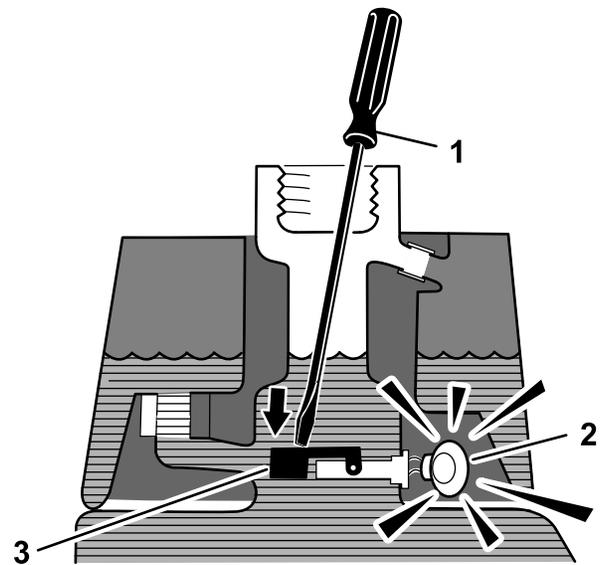

Рисунок 47
- Вставьте чистый стержень или отвертку в горловину бака и слегка нажмите на поплавковый переключатель (Рисунок 47). После секундной задержки должен прозвучать предупреждающий звуковой сигнал.